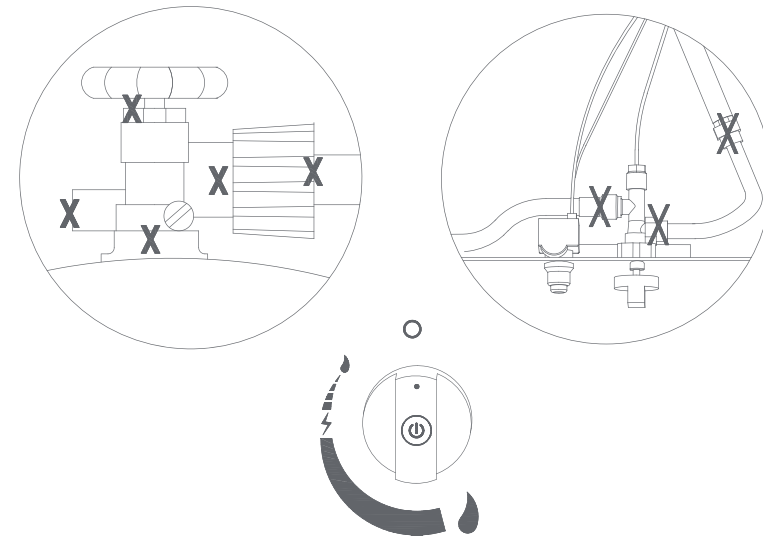

Figura 1
2. Asegúrese de que las perillas de control están en la posición "O"; (Figura 1)